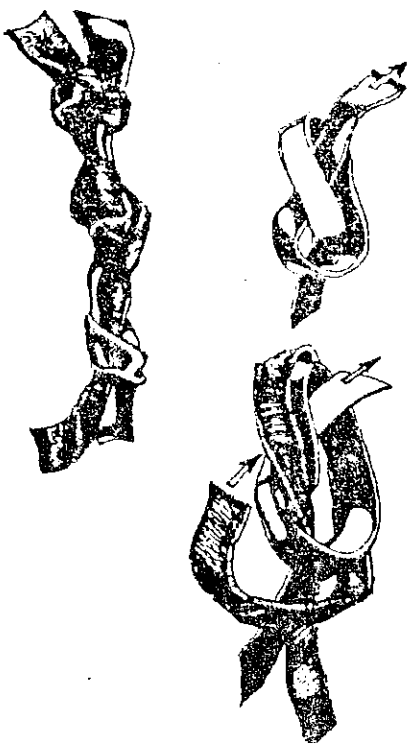

Рис. 1. Встречный узел
1) Узел *встречный* (рис. 1в). Сейчас применяется только на плоских лентах для их связывания. На одной ленте завязывается обычный контрольный узел (рис. 1а), затем концом другой ленты проследжуем его навстречу (рис. 1б), после чего расправляем и затягиваем узел (рис. 1в).